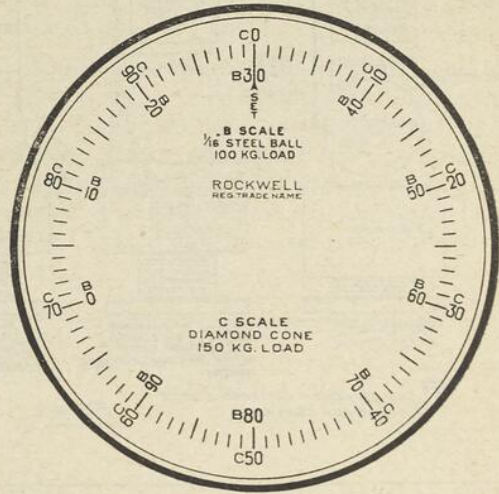

Fig. 3
Manière de procéder.—Après avoir convenablement placé le spécimen sur le support (A) de la vis (B), celle-ci est élevée au moyen de la roue (C) jusqu'à ce que le spécimen vienne en contact avec la sphère ou le cône, et encore un peu plus jusqu'à ce que l'aiguille du cadran demeure verticale. A ce point là une charge de 10 kgs. est appliquée sur le spécimen. Ici l'opérateur amène la flèche marquée "Set" sur le cadran, voir (Fig. 3) parallèle avec l'ai-
Echelles "Rockwell".—Quand la sphère de $\frac{1}{16}$ " de diamètre est employée, le degré de dureté obtenu est précédé de la lettre (B) et quand on emploie le cône à pointe de diamant, il faut se servir de l'échelle (C) de la Fig. 3.